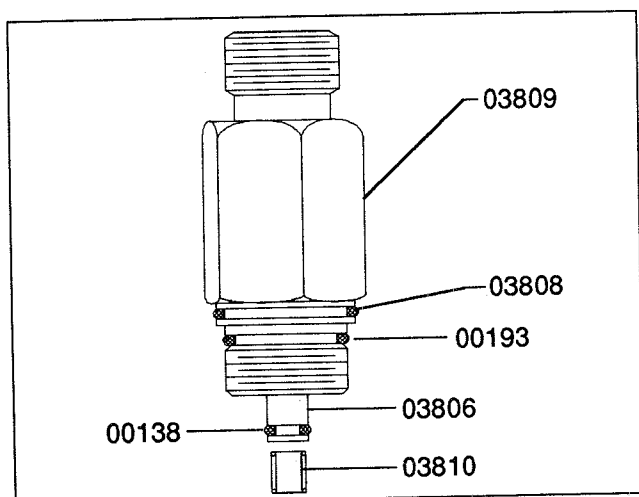

Figure 21
15.0 RIGHT SIDE AUXILIARY OUTLET - RIGHT SIDE, FRONT OF VALVE BLOCK (FIGURE 21)